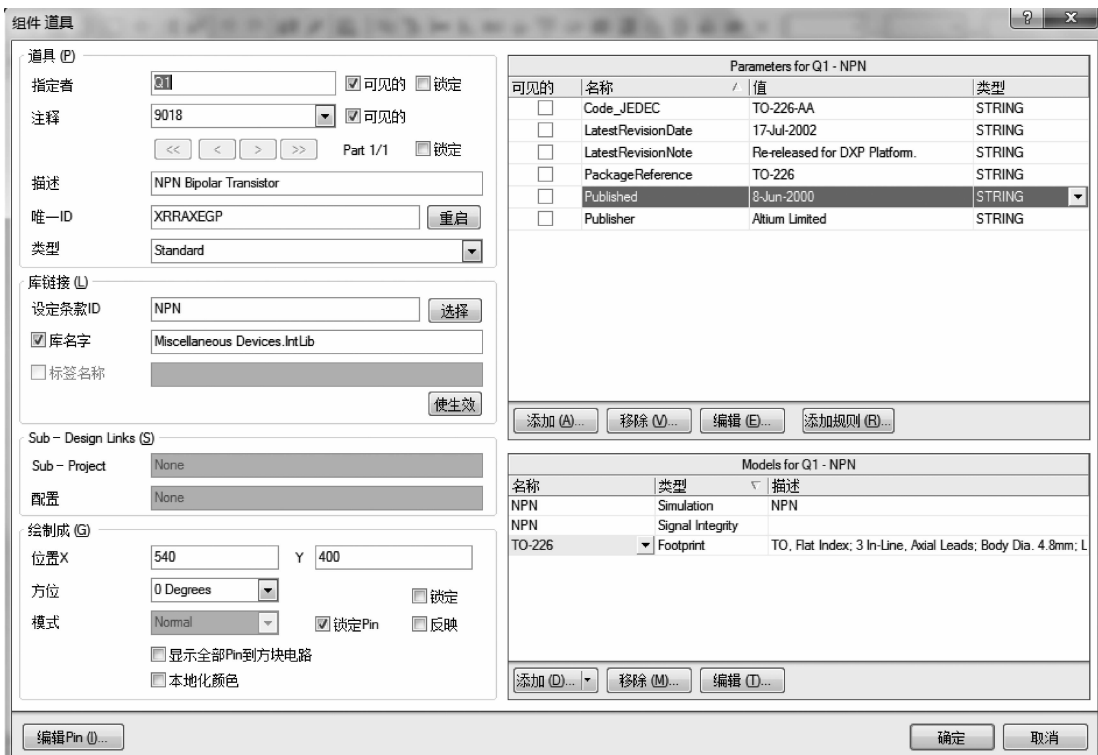

图 1-16 “组件 道具”对话框
(4)编辑元件属性。双击元件符号,系统将弹出“组件 道具”对话框,如图 1-16 所示。按照电路原理图要求在此对话框中修改元件参数。其中,表 1-2 中的“物理元件”对应为“组件道具”对话框中的“设定条款”。